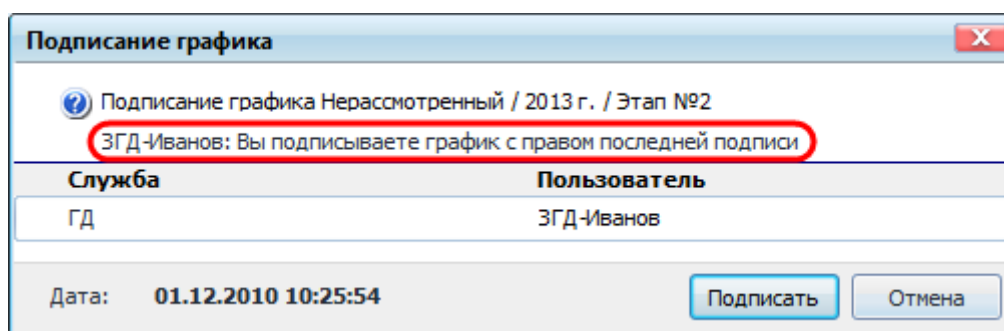

Рисунок 10.167 – Подписание с ППП
- если пользователь последний на маршруте, кто может воспользоваться ППП, то при подписании графика автоматически проставляется подпись с ППП (Рисунок 10.167);